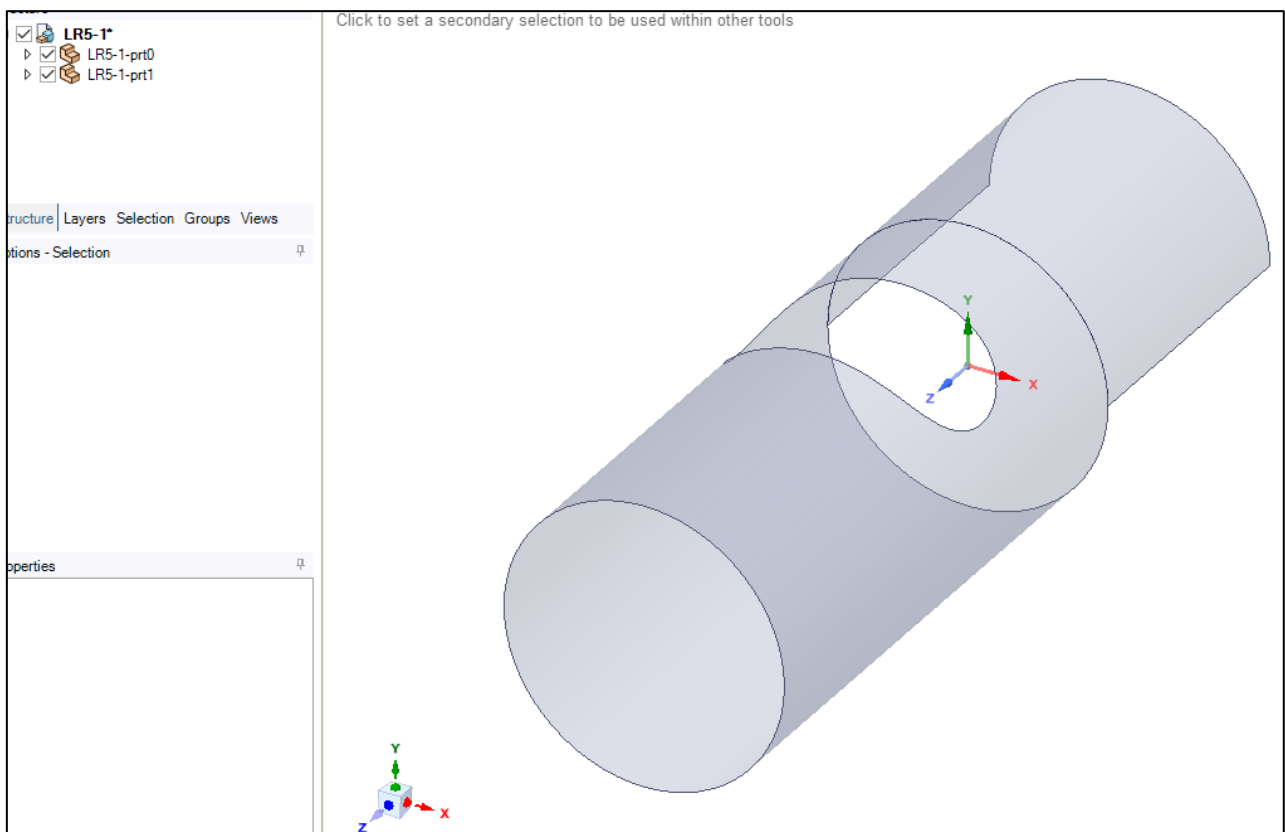

Рис. 16. Импорт геометрии
14.3. Для того чтобы найти созданную геометрию, переходим в папку с ней и выбираем отображение всех форматов – **All Files (\*.\*)**. Нажимаем на созданную геометрию с расширением «.x\_t» и нажимаем кнопку Открыть. Импортированная геометрия показан на рис. 16.